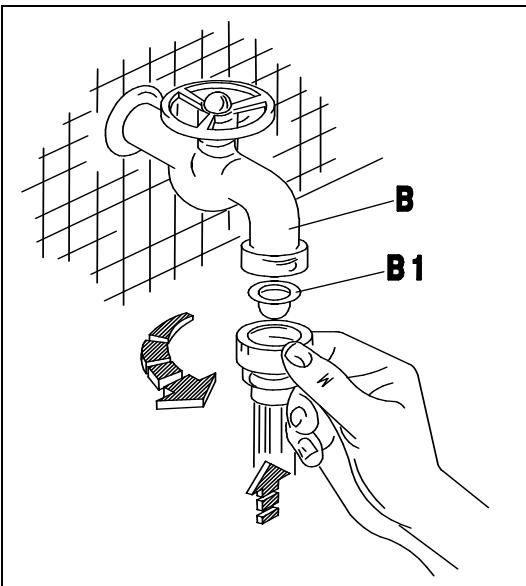
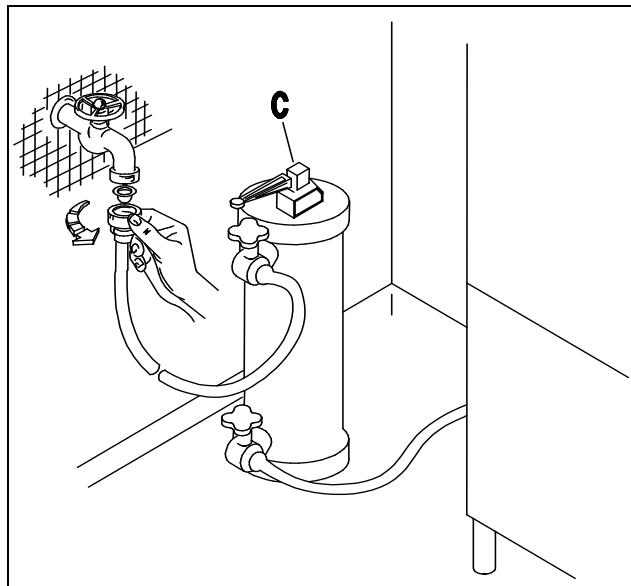
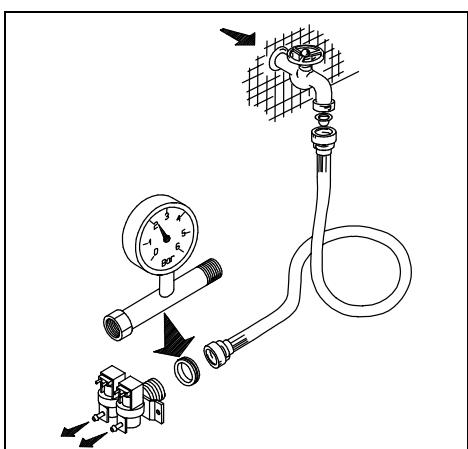
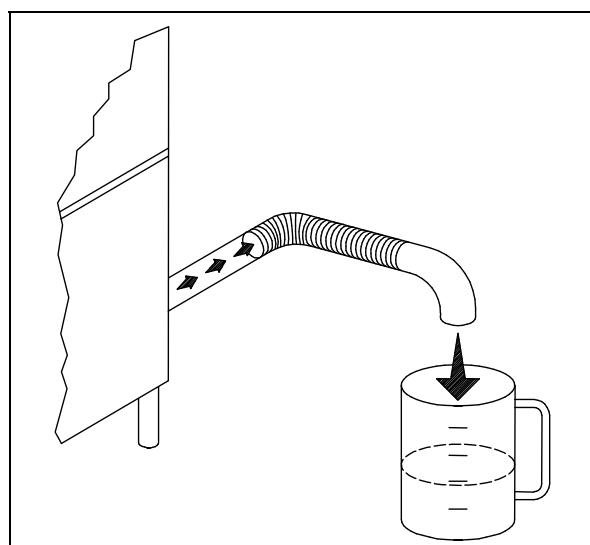

Fig. 2-2
Fig. 2-3
Fig. 2-4
Fig. 2-5
- L'apparecchio è previsto per l'allacciamento all'acqua fredda o calda (max 50 ÷ 55°C), con una pressione a valvola aperta come indicato nella Tab2-1. Il controllo della pressione deve essere effettuato all'ingresso dell'elettrovalvola (ved. fig.2-4). La conduttrice dell'acqua deve avere un diametro interno di almeno 16/18 mm (ved.fig.2-5). Collegare il tubo di carico acqua dell'apparecchio ad un rubinetto d'intercettazione (B), posto preferibilmente nelle immediate vicinanze dell'apparecchio, interponendo l'apposito filtro in dotazione (B1) (ved. fig.2-2). Si consiglia l'installazione di un decalcificatore (C) (non in dotazione), montato a monte dell'elettrovalvola della macchina (ved.fig.2-3).
- The appliance is designed for connection to the cold or hot water supply (max. 50 55°C) at a mains pressure with the valve open as shown in Table 2-1. Pressure must be measured at the solenoid valve inlet (see fig. 2-4). The water pipes must have an internal diameter of at least 16/18 mm (see fig. 2-5). Connect the appliance water supply pipe to a cut-out tap (B), preferably placed close to the appliance, fitting the special filter provided (B1) (see fig. 2-2). We recommend fitting a water softener (C) (not provided) upstream from the machine solenoid valve (see fig.2-3).
- Das Gerät ist für den Anschluss an Warm- und Kaltwasser (max. 50-55°C) vorgesehen, wobei der Druck bei offenem Ventil dem in Tab2-1. Die Druckkontrolle muss am Eingang des Elektroventils erfolgen (siehe Bild 2-4). Die Wasserleitung muss einen Innendurchmesser von mindestens 16/18 mm aufweisen (siehe Bild 2-5). Den Zulaufschlauch des Gerätes an einen möglichst nahegelegenen Wasserhahn (B) anschliessen und den vorgesehenen Filter (B1) anbringen (siehe Bild 2-2). Der Einbau eines Etkalkers (C) wird empfohlen; dieser gehört nicht zur Ausstattung und muss vor dem Elektroventil der Maschine eingebaut werden. (siehe Bild 2-3).
- L'appareil peut être raccordé à l'eau froide ou chaude (50-55°C max) à une pression, soupape ouverte, comme indiqué dans le tableau 2-1. Le contrôle de la pression sera effectué à l'entrée de l'électrovanne (voir fig. 2-4). Les conduites d'eau auront un diamètre interne d'eau moins 16/18 mm (voir fig. 2-5). Raccorder la conduite d'arrivée de l'eau de l'appareil à un robinet secondaire (B), installé si possible tout près de l'appareil, après avoir intercalé le filtre spécial fourni (B1) (voir fig. 2-2). Nous conseillons d'installer un adoucisseur (C) (non fourni) qui sera monté en amont de l'électrovanne de la machine (voir fig. 2-3).
- Este aparato se puede alimentar con agua caliente o fría (máx. 50 ÷ 55°C); la presión del agua con válvula abierta está indicada en la tabla 2-1; El control de la presión se debe efectuar en la entrada de la electroválvula (véase fig. 2-4). La tubería del agua debe tener un diámetro interior de 16-18 m. por lo menos (véase fig. 2-5). Conecte el tubo de alimentación del agua del aparato a un grifo de paso (B), que irá montado preferentemente muy cerca del aparato, tras interponer el filtro (B1) del equipamiento base (véase fig. 2-2). Es aconsejable instalar un descalcificador (C) (que no forma parte del equipamiento base). El descalcificador irá montado antes de la electroválvula de la máquina (véase fig. 2-3).
- O aparelho é predisposto para ser alimentado com água fria ou quente (máx 50-55°C), com uma pressão, com a válvula aberta, como indicado na Tab 2-1. O controle da pressão deve ser efetuado na entrada da electroválvula (ver figura 2-4). O tubo de água ou mangueira deve ter um diâmetro interno de pelo menos 16/18 mm (ver fig. 2-5). Conectar o tubo de alimentação de água do aparelho à uma torneira de fechamento manual (B), colocada de preferência proxima ao aparelho, conectando o filtro em dotação (B1) (ver fig. 2-2). Aconselha-se a instalação de depurador (filtro) de águas duras (calcário) (C), o qual não é previsto no fornecimento da máquina, montado antes da entrada da electroválvula (ver fig. 2-3).